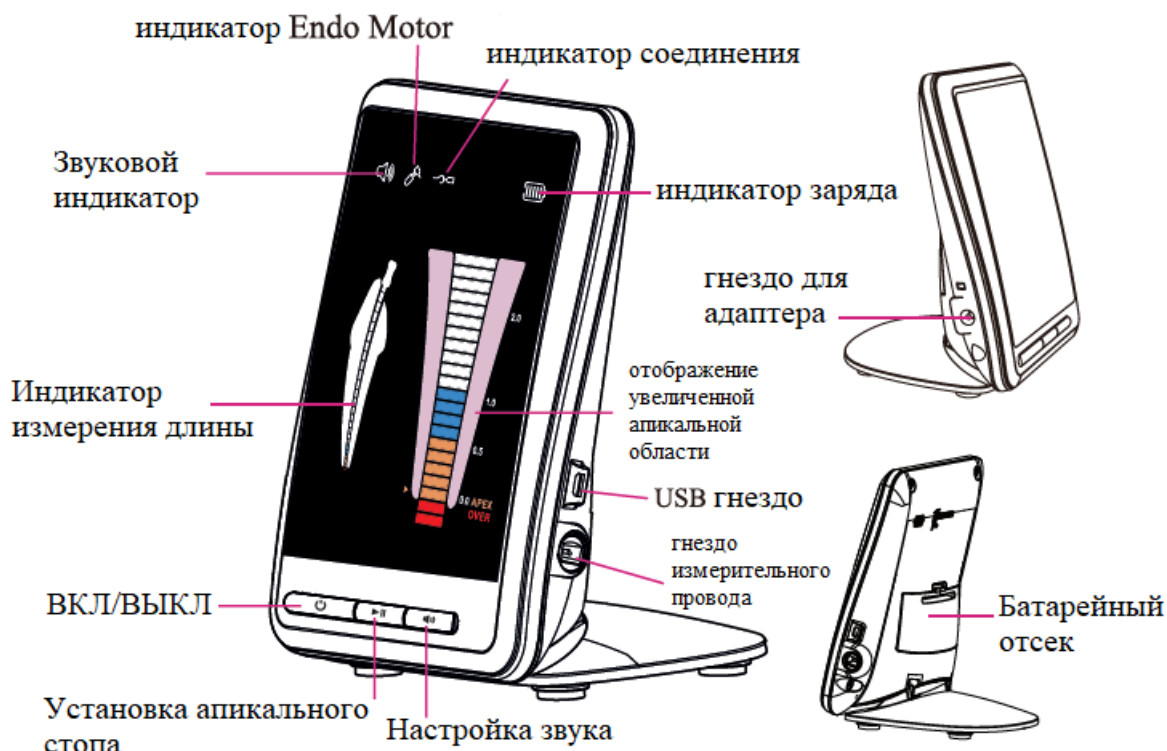

Рисунок 1
1.4.1 Изображение основного блока. (Рисунок 1)